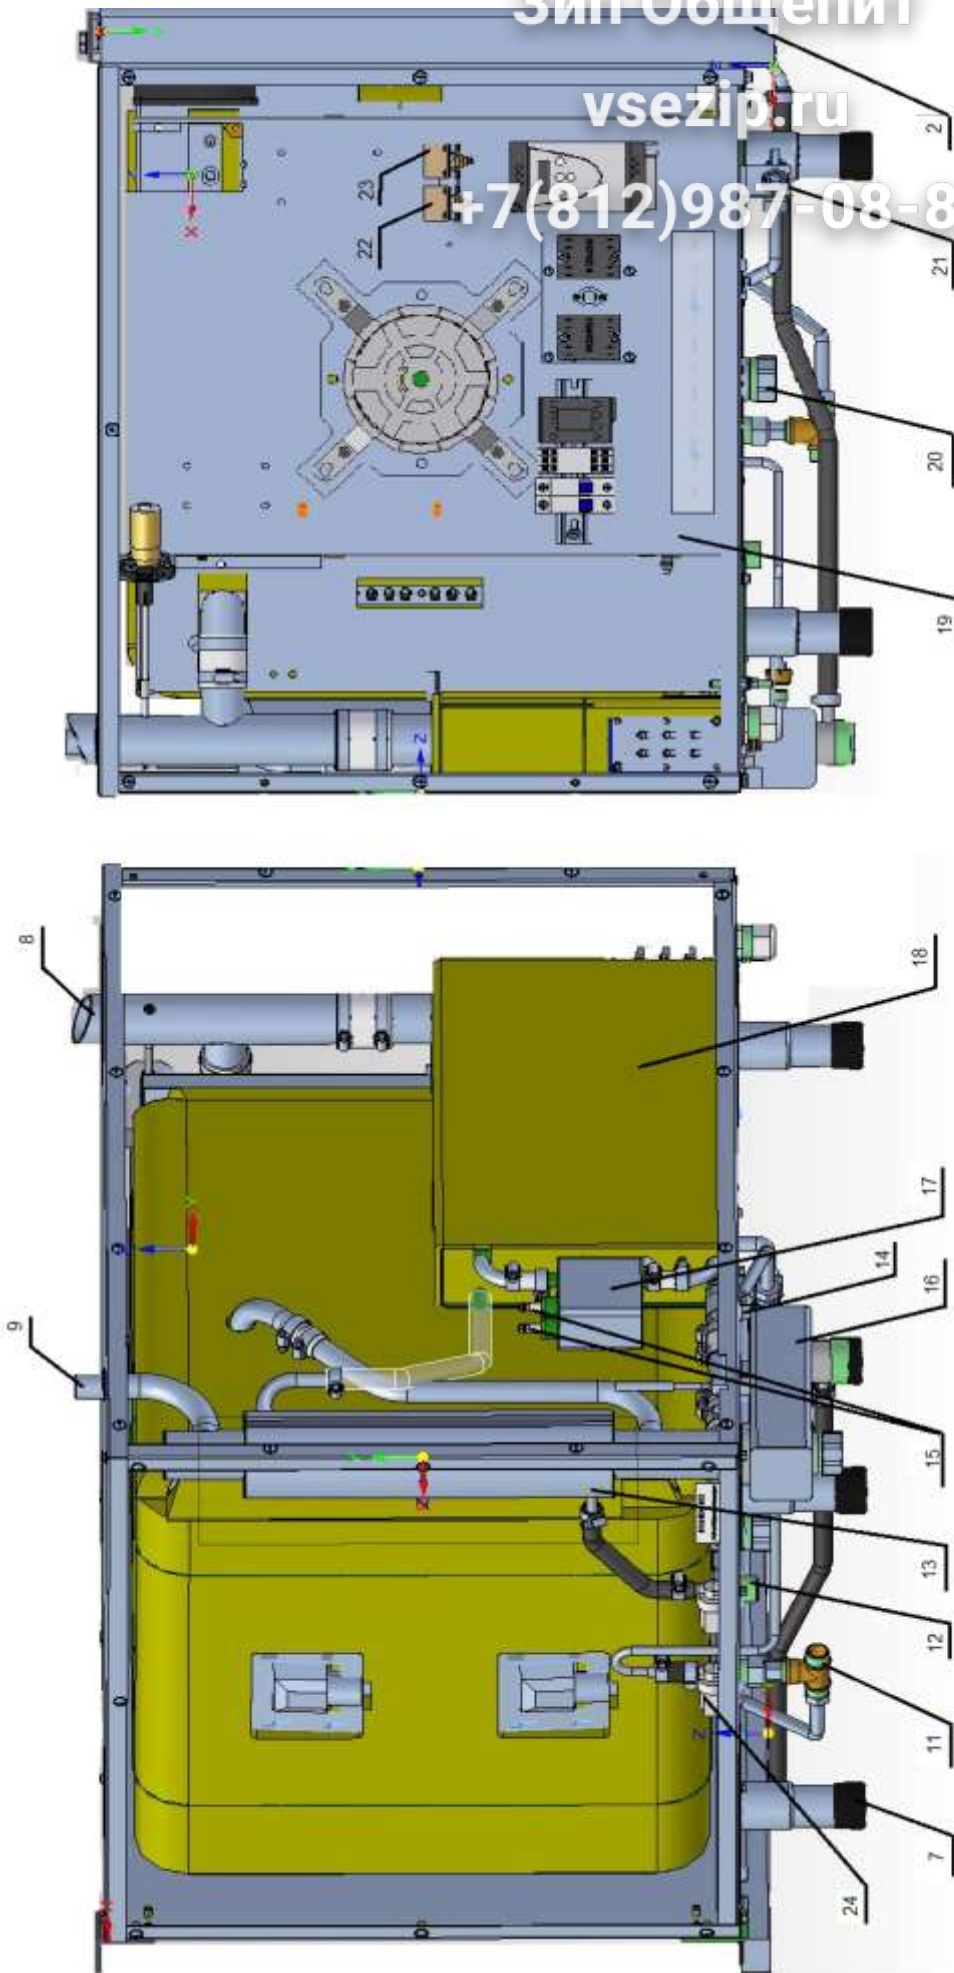

Рисунок 2. Система водоснабжения и водоотведения.
- рабочий элемент датчика термовыключателя (плюс) 320⁰С (рис. 2 поз. 23). Термовыключатель при достижении температуры в духовке (плюс) 320⁰С обесточивает цепи управления и выдает сигнал ошибки на контроллер. Контроллер выводит на индикатор условный код ошибки (см. п. 7) и включает звуковую сигнализацию;
Электрооборудование установлено за левой стенкой (рис.2 поз. 19).
Система водоснабжения и водоотведения пароконвектомата приведена на рис. 2.
- 3/4" рис. 2 поз. 12 – подвод воды к парогенератору
- 1/2" рис. 2 поз. 11 – подвод воды к душевому устройству и к системе охлаждения коллектора.
Парогенератор рис. 2 поз. 18 вырабатывает и обеспечивает подачу пара на заданных режимах работы в духовку.
Для контроля уровня воды в парогенераторе предусмотрен бачок рис. 2 поз. 17, в котором установлены два электрода рис. 2 поз. 15. Контроллер выдает электрический сигнал на электроды и по сигналам полученным от электродов выдает сигнал на включение или выключение электромагнитного клапана рис. 2 поз. 12 (заполнения бойлера): при снижении уровня воды в парогенераторе ниже длинного электрода контроллер выдает сигнал на включение электромагнитного клапана, а при достижении уровнем воды верхнего электрода контроллер выдает сигнал на отключение электромагнитного клапана. Для предотвращения аварийной ситуации, при отказе системы контроля уровня воды, в парогенераторе установлен термовыключатель рис. 2 поз. 22. Термовыключатель при достижении температуры (плюс) 160⁰С обесточивает систему управления и выдает сигнал ошибки на контроллер. Контроллер выводит на индикатор условный код ошибки и включает звуковую сигнализацию (см. п. 7).
Для слива воды из парогенератора предусмотрен кран рис. 2 поз. 14.
Пар, пройдя через духовку, поступает в водосборный коллектор рис. 2 поз. 13, где охлаждается и сливается в канализацию (соединение с канализацией - рис. 2 поз. 16). Температуру сливаемой воды в канализацию отслеживает датчик, который расположен в водосборном коллекторе. По сигналу полученного от датчика водосборного коллектора контроллер выдает сигнал управления на электромагнитный клапан рис. 2 поз. 24.
Пароконвектомат укомплектован душевым устройством, которое крепится на левой боковой стенке и предназначено для ополаскивания духовки. Для перекрытия подачи воды в душевое устройство предусмотрен кран рис. 2 поз. 21.
Для очистки трассы слива воды с духовки служит пробка рис. 2 поз. 20.
- после окончания смены сливать воду из парогенератора (установить кран, см. рис. 2 поз.14 в положение «открыто»).
- подключить пароконвектомат к системе водоснабжения. Пароконвектомат подключать к системе водоснабжения только через фильтр, который снижает жесткость воды. Рекомендуется установить фильтр BRITA PURITY C150 Quell ST. Подключение пароконвектомата к системе водоснабжения осуществляется через штуцер с резьбой G1/2" (см. рис. 2 поз. 11 (наружная резьба)) и G3/4 (см. рис. 2 поз. 12 (наружная резьба)). Штуцер G1/2" допускается подключать к неподготовленной воде (не через фильтр) – для повышения срока службы фильтра.
Убедитесь, что кран парогенератора установлен в положение «закрыто» (рис. 2 поз. 14).